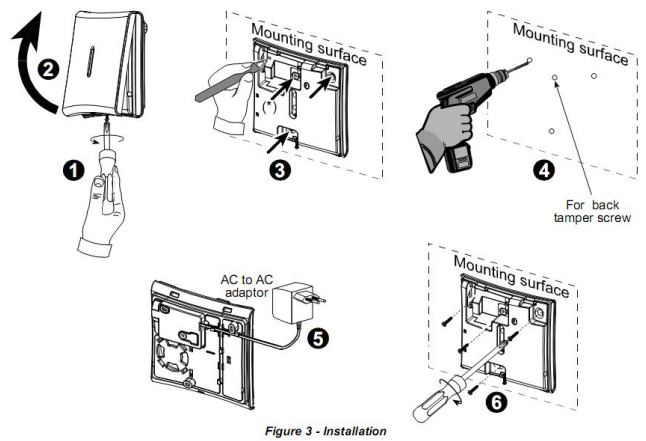

Figure 3 - Installation
D. 中继器的安装如图3
这功能可以测试注册到中继器上的设备的信号强度，测试前，后盖先离开固定位置（见图3）